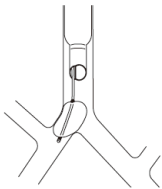

Fig.8
- 1) y 2) Lo anterior puede atribuirse al hecho de que el manguito del bloqueador se ha desplazado hacia el lumen de la tráquea (hernia), estrechándolo (Fig. 8).
7. Si se produce la hernia descrita en la Fig. 8, la hipoxemia puede remediarse simplemente desinflando el manguito.